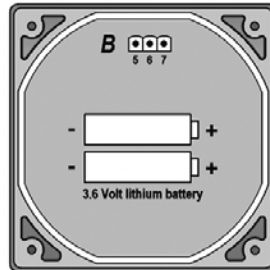

Figure 20
2. Remplacer les piles l'une après l'autre par des neuves et remonter le totalisateur (Figure 20).